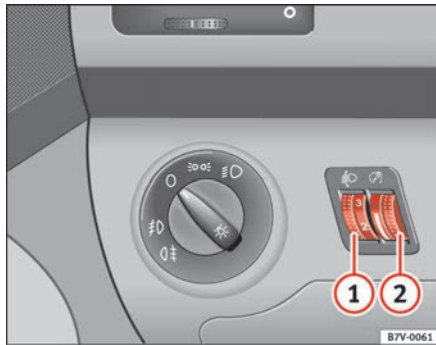

Abb. 71 Ausschnitt von der Instrumententafel: Regler für Leuchtweitenregulierung ① und Instrumenten-/Schalterbeleuchtung ②
Bei eingeschaltetem Licht lässt sich die Helligkeit der Instrumenten- und Schalterbeleuchtung durch Drehen des Reglers ⇒ Abb. 71 ① stufenlos regulieren.